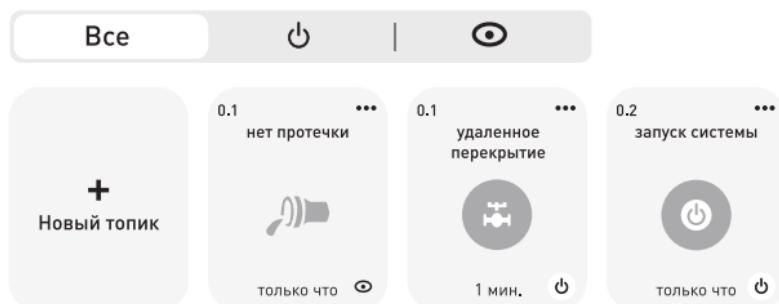

Рис. 9 Топики мобильного приложения ePRO 24
6.2. Сконфигурируйте контроллер ePRO 24 с мобильным приложением (ссылка на приложение <https://eapro.ekfgroup.com/>) и добавьте соответствующие топики* мониторинга и управления, дайте им название. Всего понадобиться три топика, один топик мониторинга и два топика управления (см. рис.9):